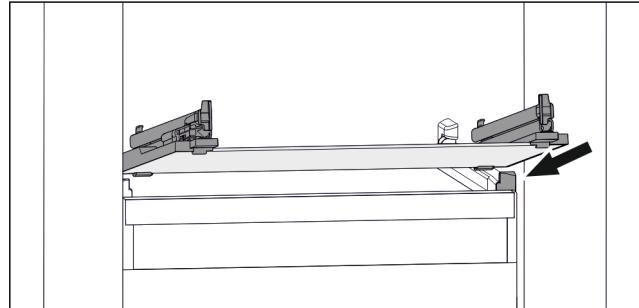

Fig. 138 Príklad zobrazenia sklenej dosky
- ▶ Nasadťte sklenenú dosku šikmo za zarážkami. (pozri Fig. 138)